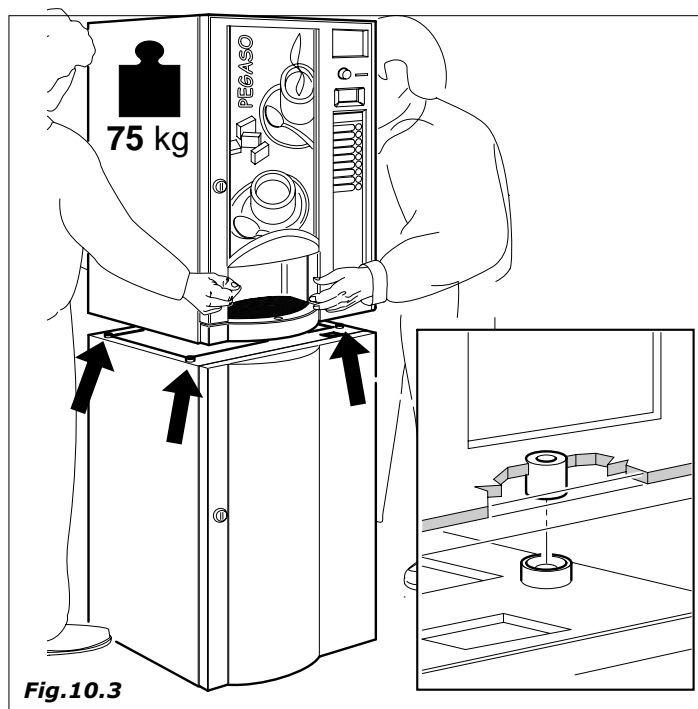

Fig.10.3
- superponer el distribuidor y poner en correspondencia los 4 insertos fileteados con los 4 casquillos de centrado (Fig. 10.3)